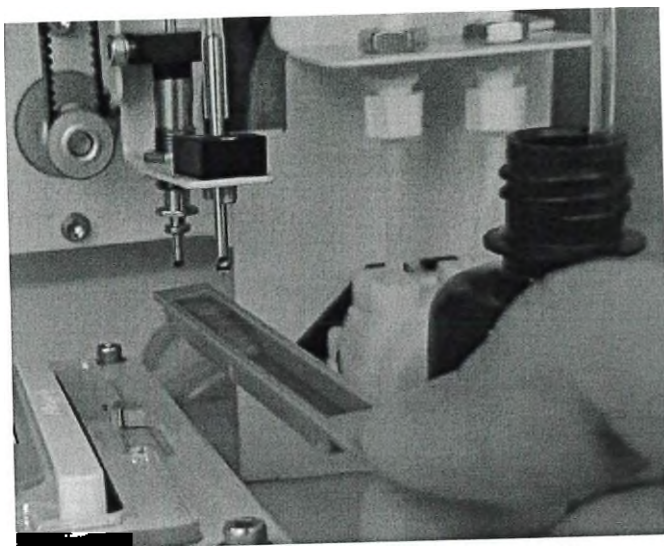

Рисунок 54
9.5.6.10 Поместите панель под сопло и нажмите кнопку «ОК» [Рисунок 54]. Насос промывочного буфера будет подавать дистиллированную воду.